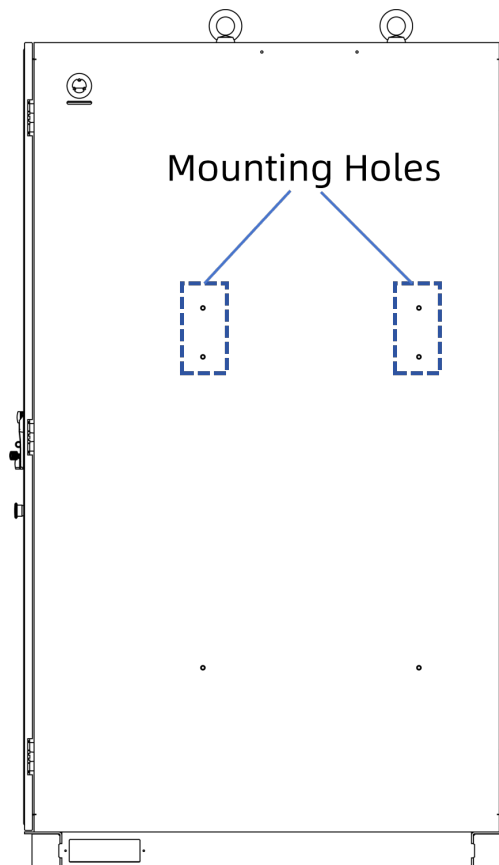

Figura 6-2: Orificios de montaje del inversor
En el panel lateral derecho del gabinete se disponen cuatro orificios de montaje para el inversor, tal como se muestra en la Figura 6-2.
1. Alinee el soporte auxiliar con los orificios en el gabinete, tal como se muestra en la Figura 6-2, y asegure el soporte auxiliar al gabinete con tornillos M10.